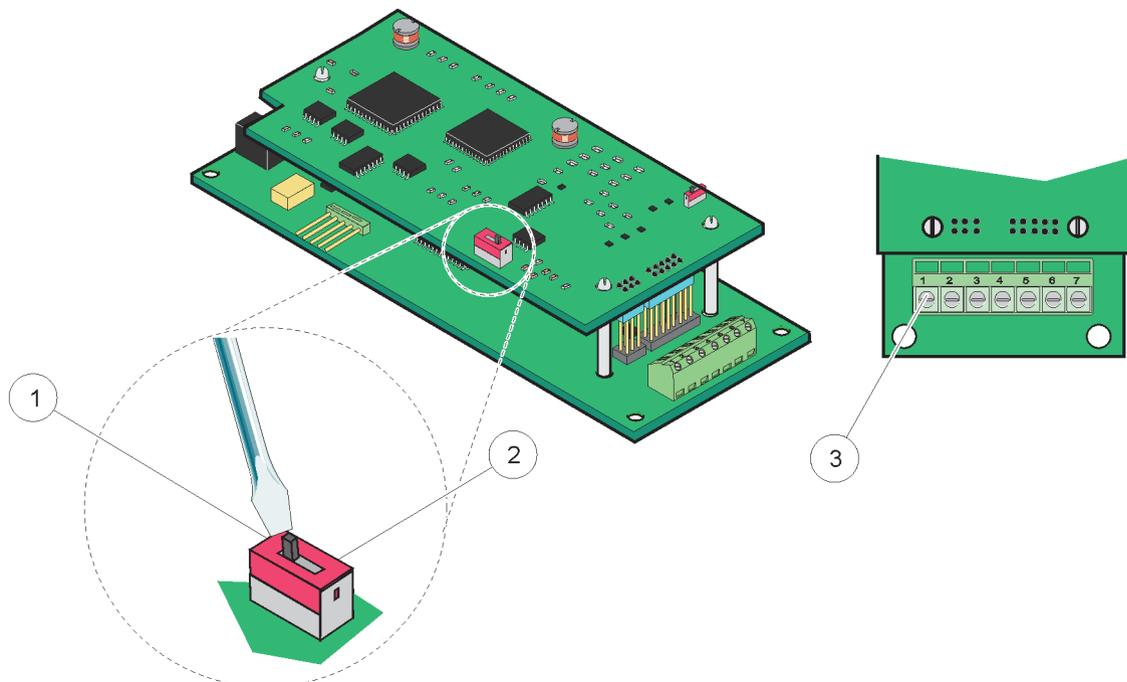
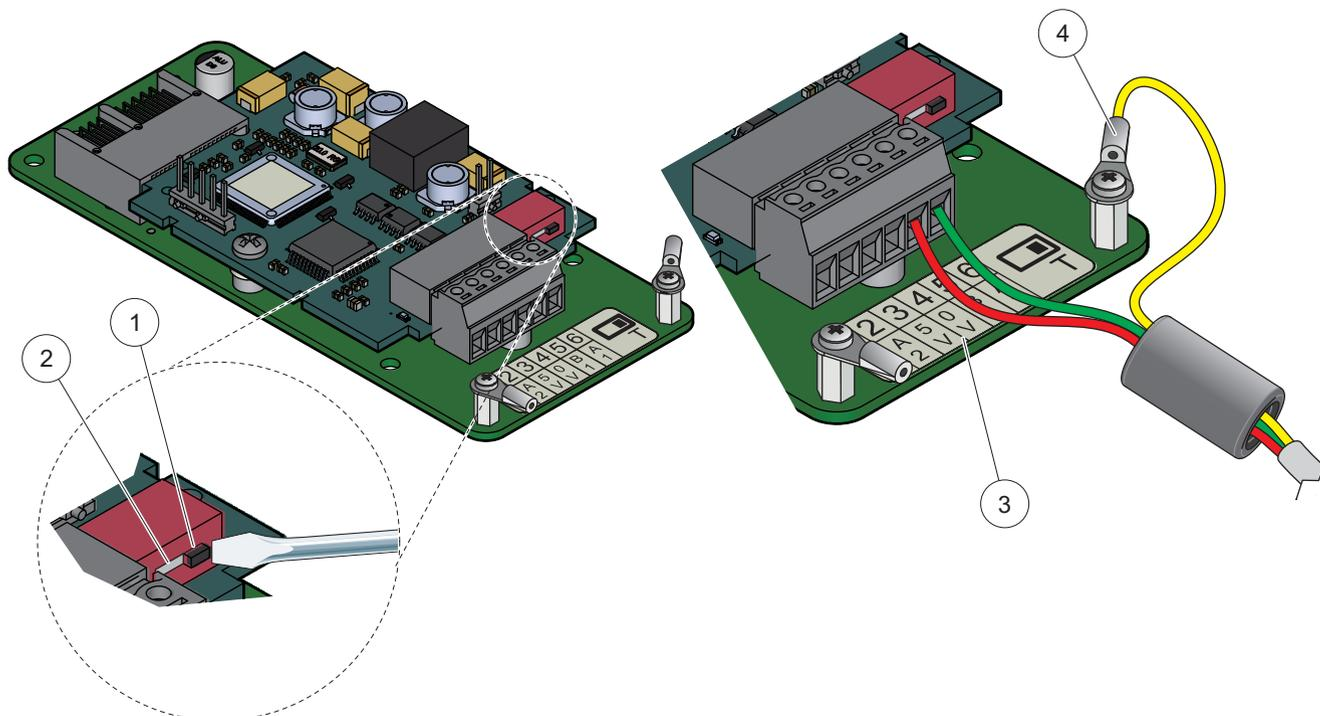

Figura 25 Conexões com cartão DP Profibus (YAB020 até dezembro de 2013)
Figura 26 Conexões com cartão DP Profibus (YAB103/YAB105 desde dezembro de 2013)
4. Passe o cabo pela base do módulo e prepare adequadamente e insira cada fio no terminal de acordo com Figura 25/Figura 26 e Tabela 8/Tabela 9. Tenha certeza que a blindagem está conectada em um espaçador perfurado na placa.